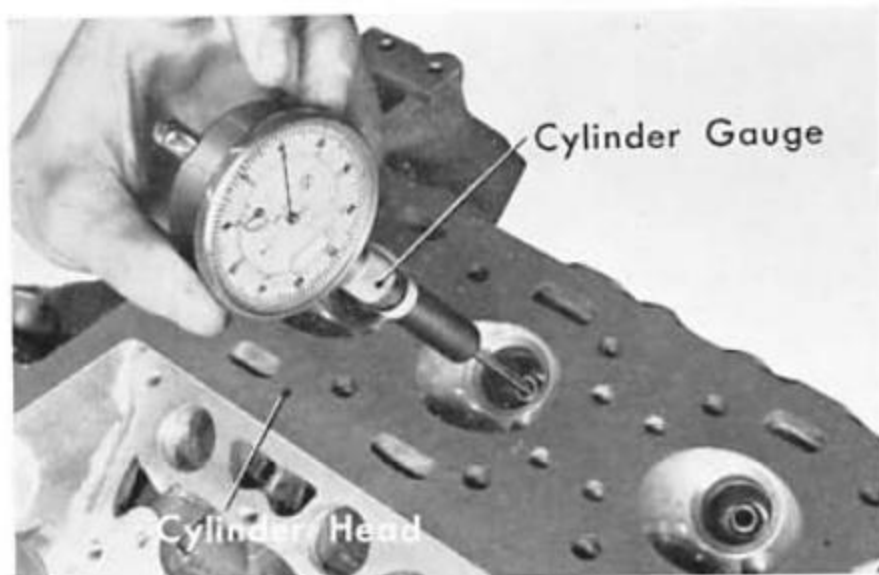

Fig. 1G-24
8. Valve Spring Pressure (Fig. 1G-21)